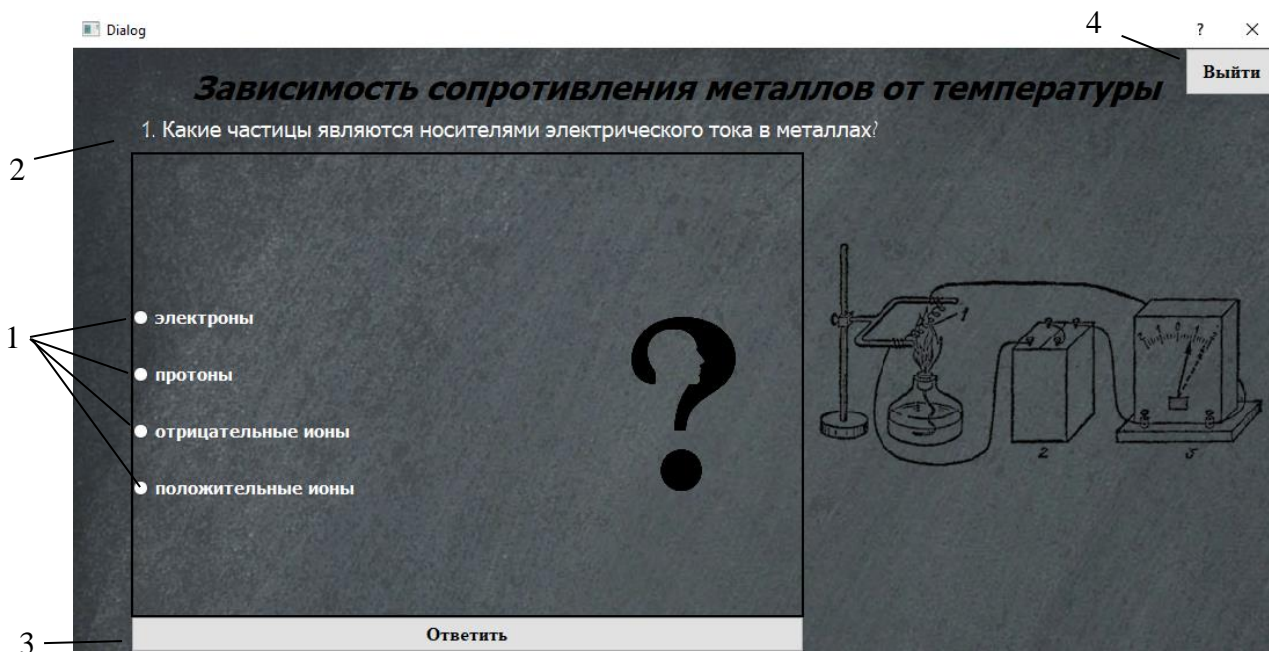
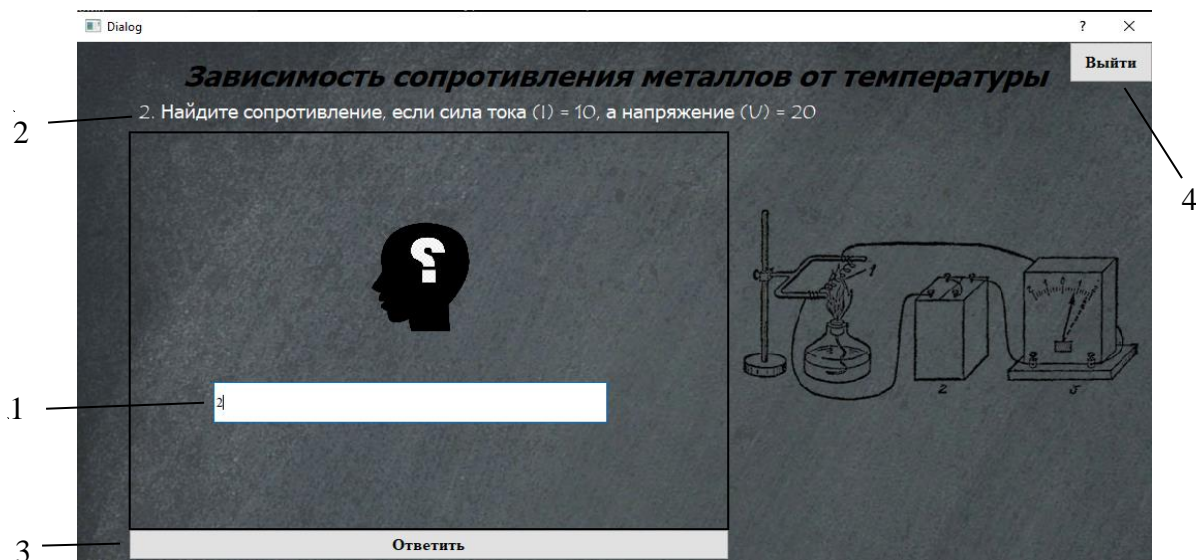

Рисунок 2.3 – Вывод вопроса закрытого типа
Рисунок 2.4 – Вывод вопроса открытого типа
После нажатия на кнопку «Начать» на экран будет выведен тест на тему «Зависимость сопротивления металлов от температуры» (рис. 2.3).
Вопрос в программе также может быть и открытого типа (рис.2.4).
3. Нажать на кнопку «Начать». Убедиться, что появится первый вопрос теста (см. рис. 2.3) или (см. рис. 2.4).